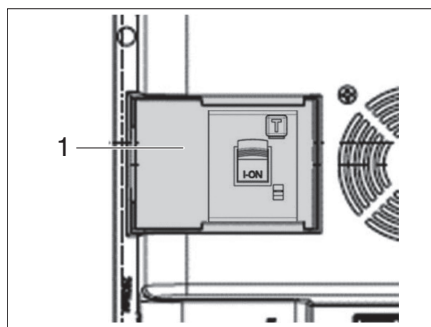

Bild 47 230-Volt-Kombi-Sicherungsautomat
Das 230-Volt-Stromnetz (Außenanschluss) ist mit einem Kombi-Sicherungsautomaten (Bild 47,1) an der E-Box ausgestattet. Dieser beinhaltet eine Fehlerstromschutzeinrichtung (FI) und den Leitungsschutz. Der Kombi-Sicherungsautomat springt bei Kurzschluss, Fehlerstrom und bei Überlastung im Leitungsnetz an.